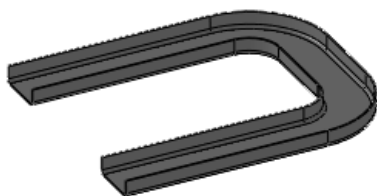

图 10-50 生成另一侧边线法兰
(5) 生成边线法兰特征。重复上述的操作，单击拾取钣金零件的其他边线，生成边线法兰，法兰长度为 10，其他设置与图 10-49 所示相同，结果如图 10-50 所示。